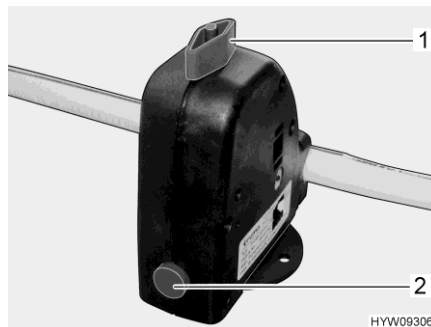

Fig. 107 Valve de sécurité et de vidange (chauffe-eau)
Le chauffe-eau est équipé d'une valve de sécurité et de vidange (Fig. 107). La valve de sécurité et de vidange empêche que l'eau ne gèle dans le chauffe-eau lorsque le chauffage n'est pas allumé en cas de gel.
- Fermer la valve de sécurité et de vidange. Tourner pour cela le bouton rotatif (Fig. 107,1) dans le sens transversal par rapport à la valve de sécurité et de vidange et enfoncer le bouton-poussoir (Fig. 107,2).
- Ouvrir la valve de sécurité et de vidange. Tourner le bouton rotatif (Fig. 107,1) dans le sens longitudinal par rapport à la valve de sécurité et de vidange. Le bouton-poussoir (Fig. 107,2) ressort. Le chauffe-eau est vidé à l'extérieur par le biais de la valve de sécurité et de vidange.